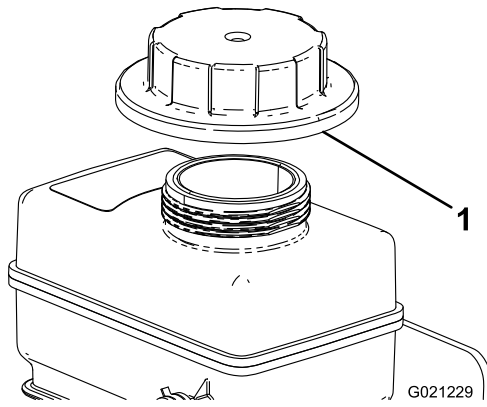

図 78
8. 補助タンクにも、補給管の根元までゆっくりと冷却液を補給する 図 78。
9. 冷却液タンクにキャップを取り付ける 図 78。